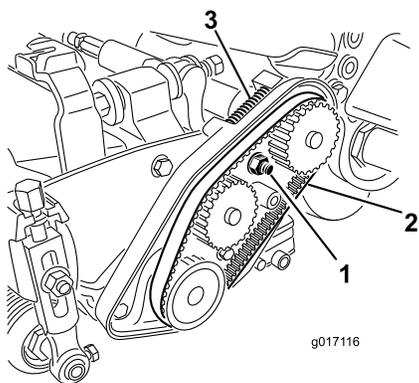

图45
- A. 松开轴承座安装螺母（图45）。
- C. 清除皮带舱内部和压缩弹簧周围的任何杂物（图45）。